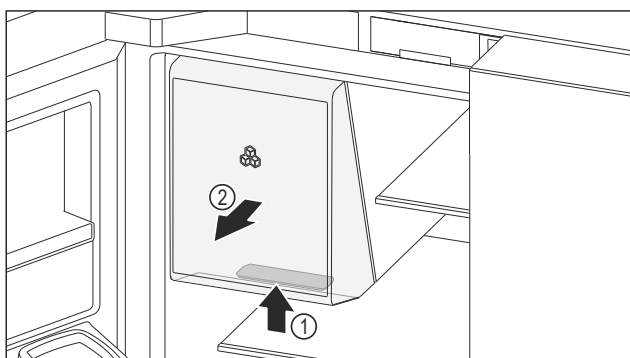

Fig. 166 Entnahme Eislagerfach
- Griffmulde Fig. 166 (1) am Eislagerfach unten greifen und Eislagerfach gleichzeitig nach vorne herausziehen Fig. 166 (2).